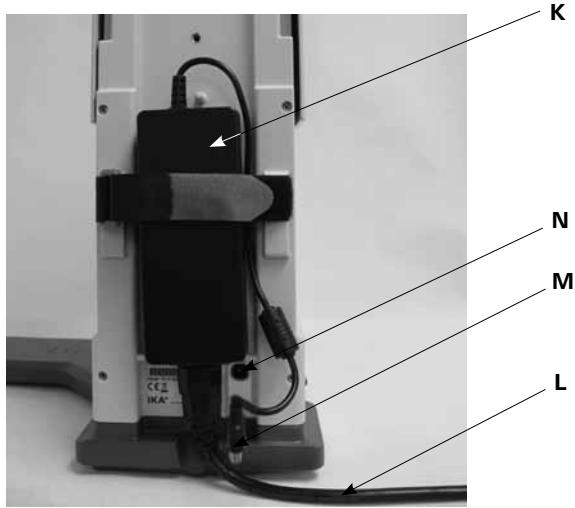

Fig. 9
3) Прикрепите настольный сетевой адаптер. (Fig. 9)
- Подключите разъем низкого напряжения (**M**) к соединительному гнезду (**N**). (Fig. 9)